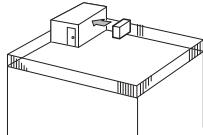

Fig. 2-3
- ① Rett luftutslippet mot nærmeste tilgjengelige vegg, hold en avstand på omtrent 35 cm. (Fig. 2-3)